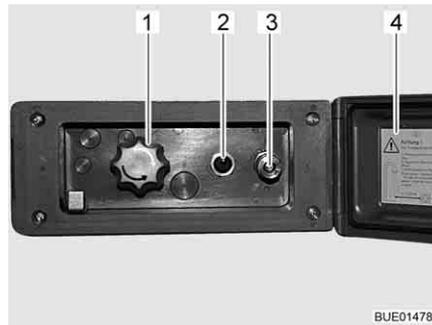

Fig. 123 Ligação do duche exterior
- Destrave a tampa (Fig. 123,4) e abra-a.
- Ligue a mangueira do duche exterior no fecho rápido (Fig. 123,3).
- Ligue a bomba de água com o interruptor (Fig. 123,2).
- Regule a temperatura da água a gosto com o botão giratório (Fig. 123,1).
- Desligue a bomba de água com o interruptor (Fig. 123,2).
- Trave a tampa (Fig. 123,4) e feche-a à chave.
- Coloque o botão giratório (Fig. 123,1) na posição do meio.